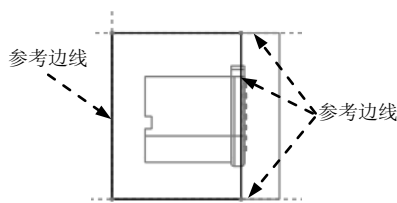

图 9.25 截面草图
(3) 绘制截面草图。进入草绘环境后，选取图 9.25 所示的边线为参考；然后单击 **关闭(C)** 按钮，绘制图 9.25 所示的截面草图（为一矩形），完成截面的绘制后，单击“草绘”操控板中的“确定”按钮 。